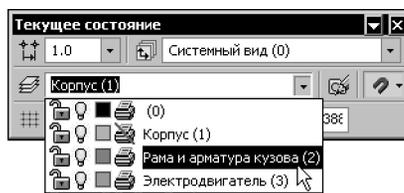

Рис. 60.2. Выбор текущего слоя
- Выберите или введите с клавиатуры номер или название (это зависит от настройки, см. раздел 111.8 на с. 769) нужного слоя в поле **Текущий слой** на панели **Текущее состояние** (рис. 60.2), и он станет текущим. Слой, выделенный в списке, подсвечивается в окне документа. Значки перед номером или названием слоя показывают его текущее состояние и цвет.
Иногда бывает удобно изменять состояние слоев с помощью значков, отображающих свойства **Активность**, **Видимость** и **Печать** в списке слоев на панели **Текущее состояние** (рис. 60.2).